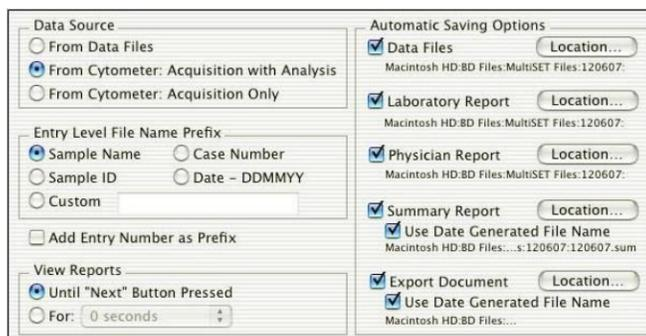

Figura 1: Tela Set Up do Software BD Multiset™
- 1.3. Verificar as seguintes seleções na tela **Set Up (Figura 1)**.